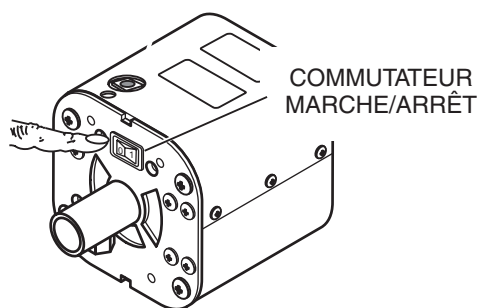

Figure 22. Interrupteur Marche/Arrêt
1. Avant de mettre sous tension, s'assurer que le commutateur d'alimentation **Marche/Arrêt** (Figure 22) soit à la position d'arrêt OFF.
4. Allumer le commutateur d'alimentation **Marche/Arrêt** (Figure 22). Le ballon commencera à se gonfler et la lampe s'allumera.